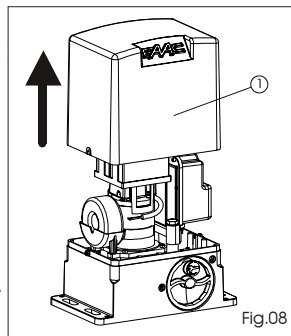

Fig.08
- Retirer le carter de protection, Fig. 08 réf. 1.